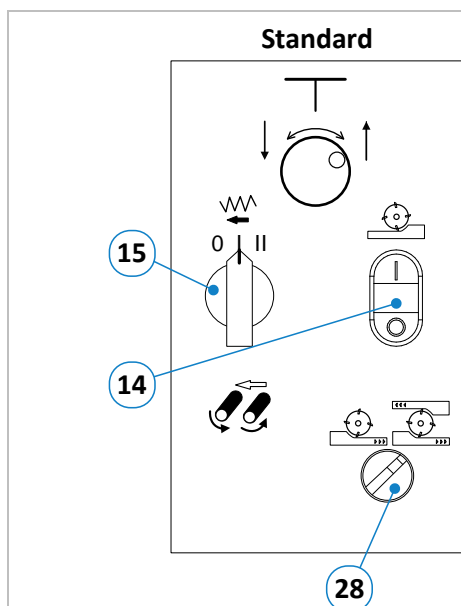

Figure 27 : commande de la raboteuse (standard)
**Remarque :** Le dégauchisseur n'est actif que si le sélecteur (28) est réglé sur la position « droite » (voir Figure 27). Le bouton (3) s'allume pour indiquer que l'appareil est prêt à fonctionner.
- Tourner le sélecteur (28) vers la droite en position inclinée (⇒ Figure 27) → La touche (3) s'allume.
- Réglez l'enlèvement des copeaux avec la touche (3).
- Démarrer l'arbre porte-lames avec la touche (2).
- Tourner l'interrupteur principal (35) en position « I ».
- Tourner le sélecteur (28) sur la position gauche (⇒ Figure 27). Dans cette position, le panneau de commande pour le « dressage » est désactivé.